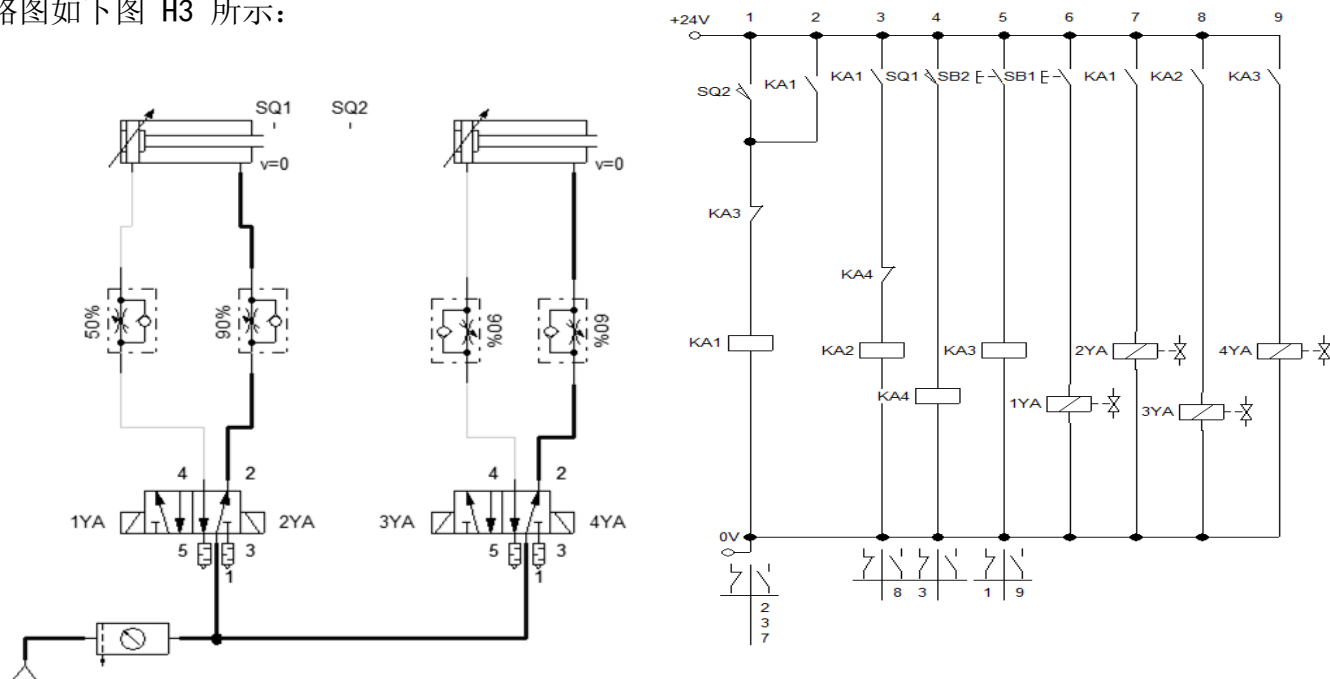

图 H3 货板提升推出装置气动回路和电气控制回路
(1) 任务描述 搭建货板提升推出装置气压回路，实现货板首先由较低工位提升至较高工位，然后把货板推到 另外一条运送线上，气动回路图和电气控制线路图如下图 H3 所示：